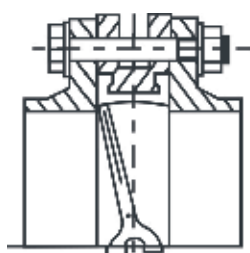

Рис. 1 (неправильно)
5. Использование фланцев с внутренним диаметром меньше номинального диаметра заслонки может привести к блокировке диска, что в свою очередь вызовет серьезное повреждение диска поворотного-затвора (рис. 1).